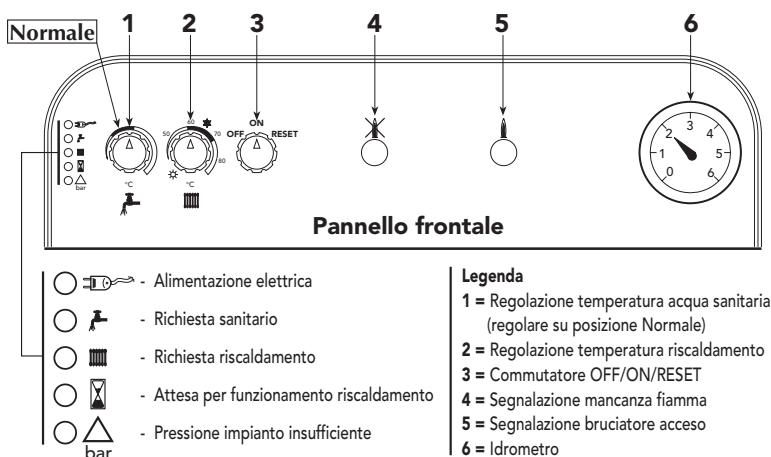

Fig. 18
### **"INVERNO"** (❄️) (fig. 18)
### **"ESTATE"** (☀️) (fig. 18)
- Ruotare il commutatore (3 - Fig. 18) sulla posizione ON.
- A questo punto scegliere se far funzionare la caldaia per il riscaldamento e la produzione d'acqua calda sanitaria, o per la sola produzione d'acqua sanitaria. Se si sceglie la prima condizione di funzionamento: riscaldamento + acqua calda sanitaria, posizionare la manopola 2 (fig. 18) sulla posizione Inverno in corrispondenza ad un valore superiore a 50°C e quella dell'eventuale termostato ambiente, sul valore di temperatura desiderato. A questo punto il bruciatore si accende e la caldaia inizia a funzionare automaticamente, controllata dai suoi dispositivi di regolazione e di sicurezza.
Se si sceglie invece la seconda condizione di funzionamento: solo acqua calda sanitaria, posizionare la manopola 2 (fig. 18) sulla posizione Estate. A questo punto la caldaia è pronta per funzionare automaticamente ogni qualvolta si prelevi acqua calda sanitaria.
**Nota** - Se dopo aver eseguito correttamente le manovre di accensione, i bruciatori non si accendono e la spia blocco si illumina, attendere circa 15 secondi e quindi ruotare con forza la manopola 3 (fig. 18) sulla posizione **RESET** e rilasciarla. La centralina ripristinata ripeterà il ciclo di accensione. Se, anche dopo il secondo tentativo, i bruciatori non si accendessero, consultare il paragrafo "Ricerca guasti".
La regolazione della temperatura dell'acqua di riscaldamento si effettua ruotando l'apposita manopola (fig. 18 - part. 2). Ruotando la manopola in senso orario la temperatura dell'acqua di riscaldamento aumenta, in senso antiorario diminuisce. La temperatura può essere variata da un minimo di  $30^{\circ}$  ad un massimo di  $85^{\circ}$ . Consigliamo comunque di non far funzionare la caldaia al di sotto dei  $45^{\circ}$ .